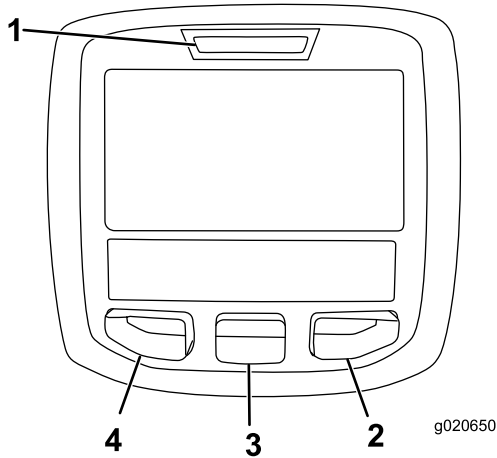

Figura 23
La pantalla LCD del InfoCenter muestra información sobre la máquina, como por ejemplo el estado operativo, diferentes diagnósticos y otra información sobre la máquina (Figura 23). Hay una pantalla de inicio, una pantalla de información principal, una pantalla de información de los motores de las unidades de corte (UC) y una pantalla de información de tracción.